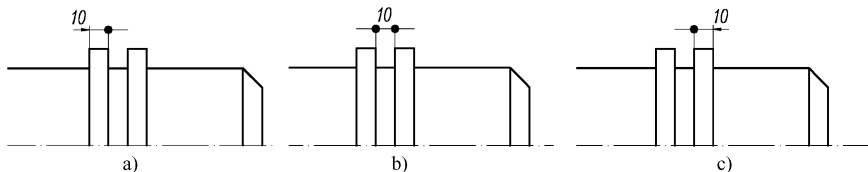

图 9-60 “小尺寸”的不同设置示例
6) 设置完成后，单击“确定”按钮，AutoCAD 保存新创建的“小尺寸 1”（或“连续小尺寸 2”和“小尺寸 3”）标注样式，返回“标注样式管理器”对话框，并在“样式”列表中显示“小尺寸 1”（或“连续小尺寸 2”和“小尺寸 3”）尺寸标注样式名称，完成创建。“小尺寸”的不同设置应用如图 9-60 所示。